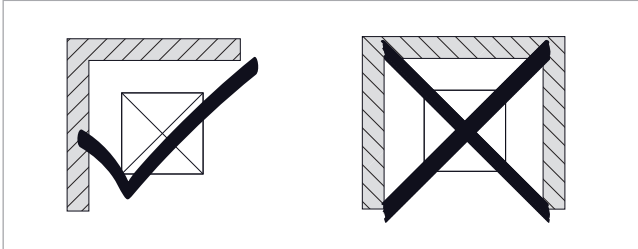

Fig. 3: Condiciones de instalación cerca de muros
- No instalar la bomba de calor en estructuras cerradas de tres lados, véase la fig. 3